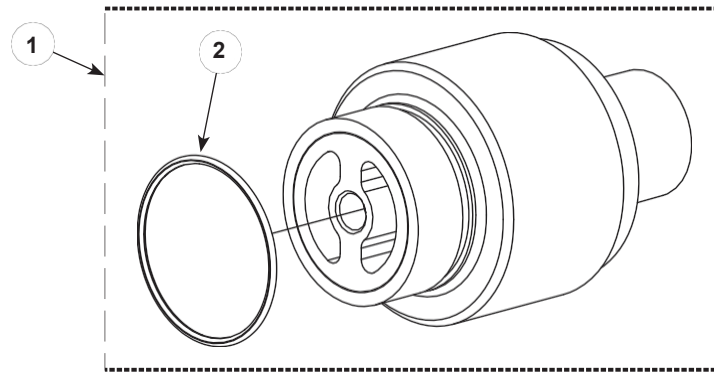

Abbildung 8-2 XD Elektrodenhalterung
B. Siehe Abbildung 8-2 und Teileliste für Reparaturteile für den XD Elektrodenhalterungssatz.
Siehe Abbildung 8-2.